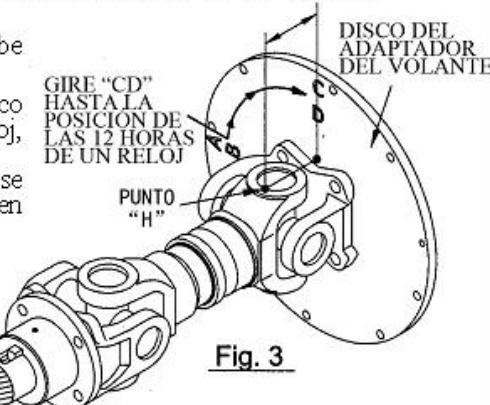

Fig. 3
1. Gire el eje a 90° de tal forma que la referencia "CD" del disco adaptador del volante esté en la posición de las 12 horas de un reloj, como se muestra en la (Fig. 3).
2. Mida desde la cara del disco del volante hasta el Punto "H" como se muestra en la (Fig. 3). (El Punto "H" está en el punto más lejano en diámetro de calibre del rodamiento).